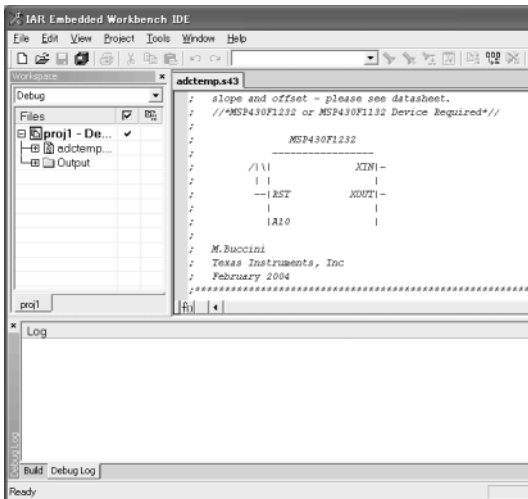

図 3-22 既存ワークスペース testwk.eww を開いた画面
(3) 図 3-22 のように左側に過去に登録した内容が表示されたりします。